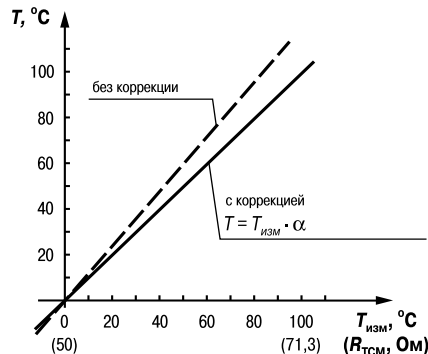

Рис. 6
3.2.5.3. Для компенсации погрешностей датчиков при отклонении значения W_{100} от номинального каждое измеренное значение параметра $T_{изм}$ умножается на заданный пользователем поправочный коэффициент α («наклон характеристики датчика»). Коэффициент задается в пределах от 0,5 до 2,0. На рис. 6 приведен пример изменения наклона характеристики для датчика TCM(Cu50).